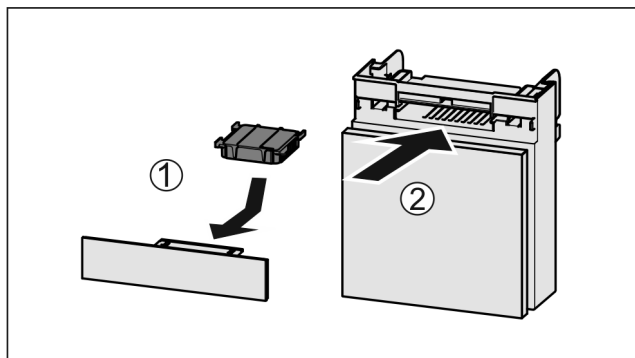

Fig. 183
- Insérer le filtre à charbon actif d'après le schéma Fig. 183 (1).
- Insérer le compartiment Fig. 183 (2).